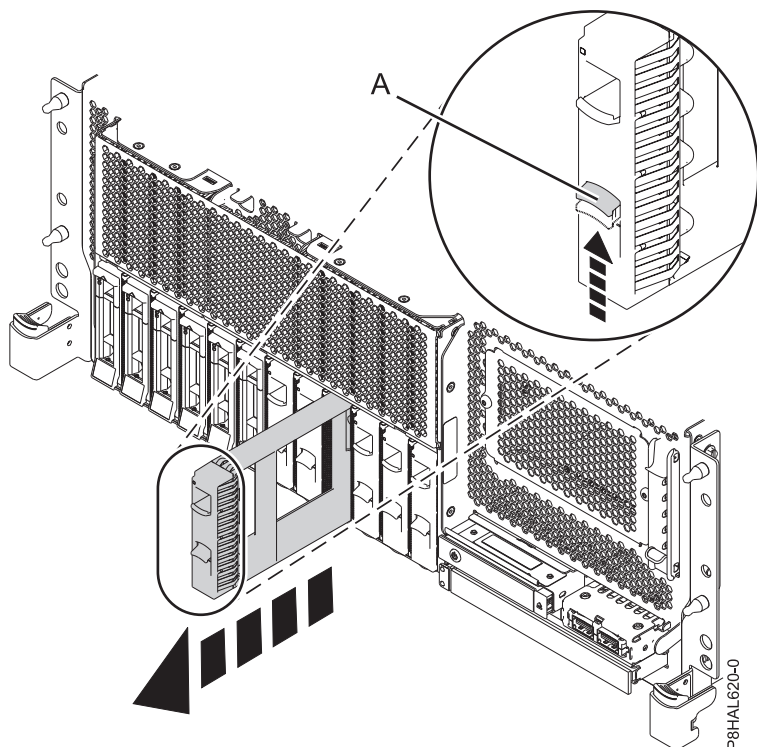

Figura 5. Remover um enchimento de uma unidade de disco num sistema de função base montado em bastidor
- a. Empurre o trinco (A) na pega do enchimento na direcção demonstrada em Figura 5 na página 8.